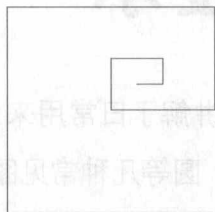

图 1-1 最终效果
本例最终效果如图 1-1 所示。
Step 03 中文版 AutoCAD 2009 的菜单栏位于标题栏的下方,由“文件”、“编辑”、“视图”、“插入”及“格式”等 11 个菜单选项组成,集合了 AutoCAD 2009 中的全部命令,并分门别类地放置在不同的菜单中,供用户选择使用。要绘制如图 1-1 所示的图形,需要利用直线命令。用户可以执行“绘图>直线”菜单命令,如图 1-4 所示。也可以利用 AutoCAD 系统提供的工具栏启动绘图命令,单击“绘图”工具栏(如图 1-5 所示)上的“直线”工具按钮即可。
在本例中通过绘制如图 1-1 所示的直线组合,简单介绍了 AutoCAD 2009 中文版的启动方法和 AutoCAD 2009 窗口的组成,以及基本绘图、保存图形文件的方法。读者应全部掌握,并在以后的绘图过程中熟练应用。